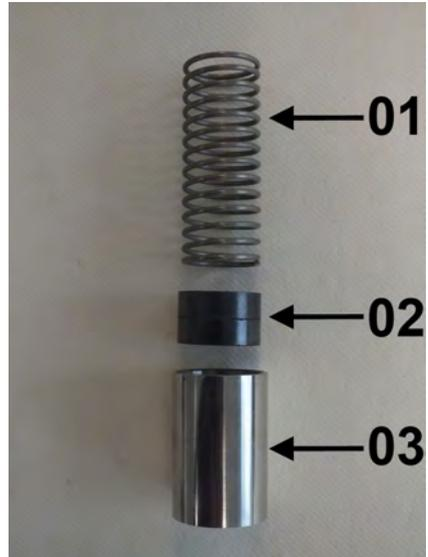

Abb. 54: Innenteile
8.  Feder (Abb. 54/01) mit Magneten (Abb. 54/02) in den Schwebekörper (Abb. 54/03) einführen, dabei die Magnetpolung beachten (Nordpol in Richtung Geräteausgang)